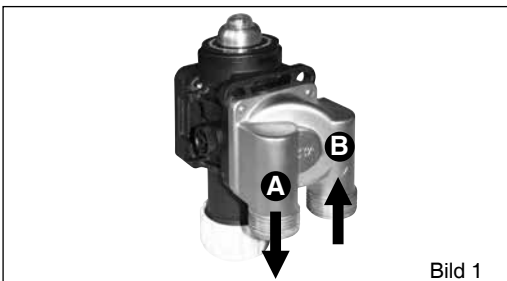

Bild 1
- Montieren Sie das **Umlenkventil** (Bild 1) an den Anschlussflansch.
- Verbinden Sie die flexiblen **Panzerschläuche** (**A** zu **1** / **B** zu **2**) (Fließrichtung beachten!) spannungsfrei mit den Anschlüssen des **Umlenkventils** und den Verschraubungen am Steuerkopf (Bild 1+3).
- Öffnen Sie langsam beide Absperrungen des **Umlenkeventils** (Bild 1). Entlüften Sie die Anlage an einer Zapfstelle.